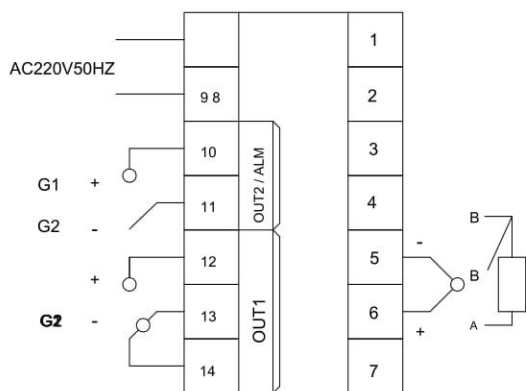

Figura 1
1. În figura 1 și 3, OUT1 este de ieșire principal, în cazul în care este AC 30A / 220V, există doar o pereche de contacte normal deschise; OUT2 este de obicei pentru alarmă sau de refrigerare.